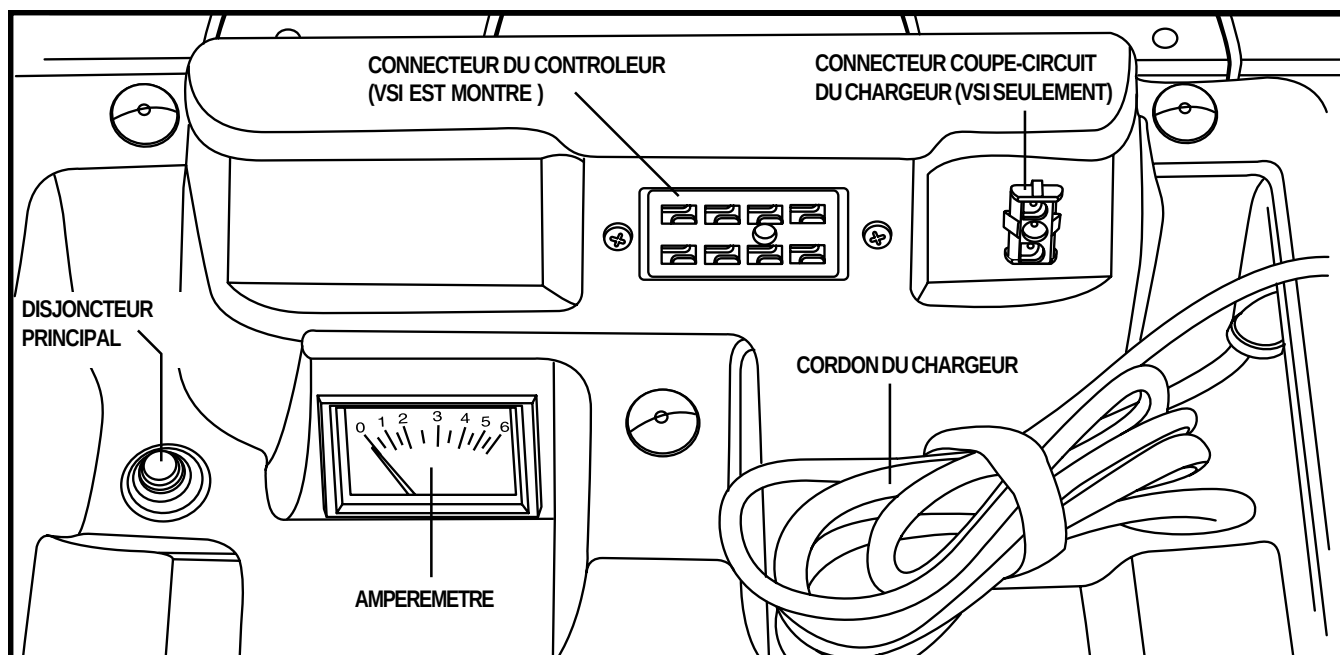

Figure 7. Tableau électronique du Jazzy 1170 XL
7. Branchez le câble du contrôleur dans le réceptacle sur le tableau électronique. Voir la figure 7.